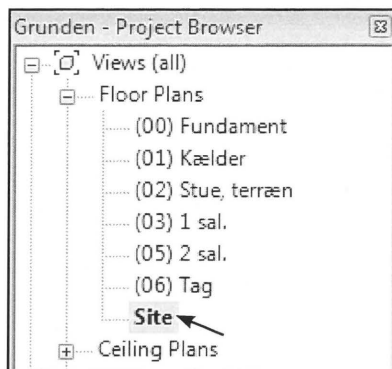

Fig. 10.67. Project Browser - Site.
- Stå i *Site* i *Project Browseren* (Fig. 10.67).